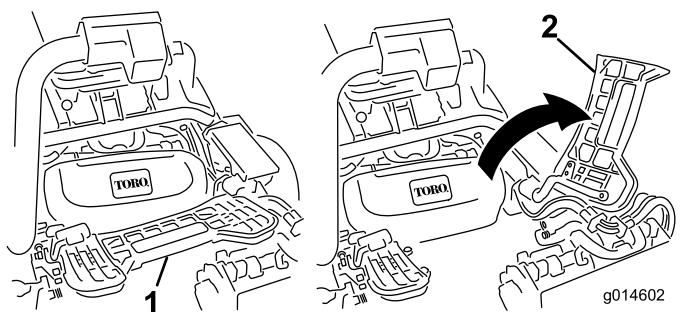

Bild 42
1. Heben Sie die Fußplattform an und schwenken sie in die geöffnete Stellung, um die Stellung der mittleren Schneideinheit zugänglich zu machen (Bild 42).